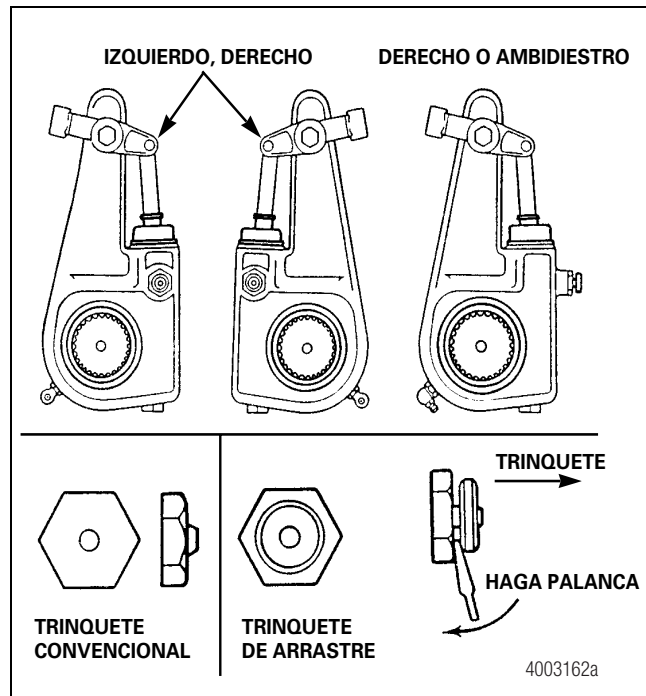

Figura 3.4
6. El ajustador automático de freno viene en dos diseños: izquierdo, derecho o ambidiestro izquierdo. En la mayoría de las aplicaciones, conviene instalar un ajustador de freno izquierdo, derecho de modo que el trinquete quede HACIA EL INTERIOR del vehículo. El trinquete se puede ubicar en cualquiera de los lados o en el FRENTE del ajustador de freno. Figura 3.4.